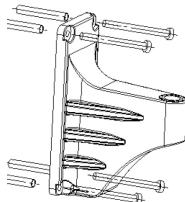

Fig.1
4. Fije el soporte de pared con los 4 tornillos, (Fig.1)